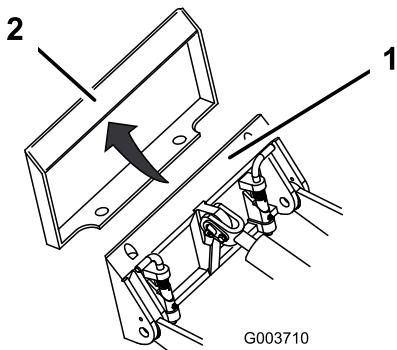

Figura 20
- Coloque la placa de montaje debajo del reborde superior de la placa receptora del accesorio (Figura 20).